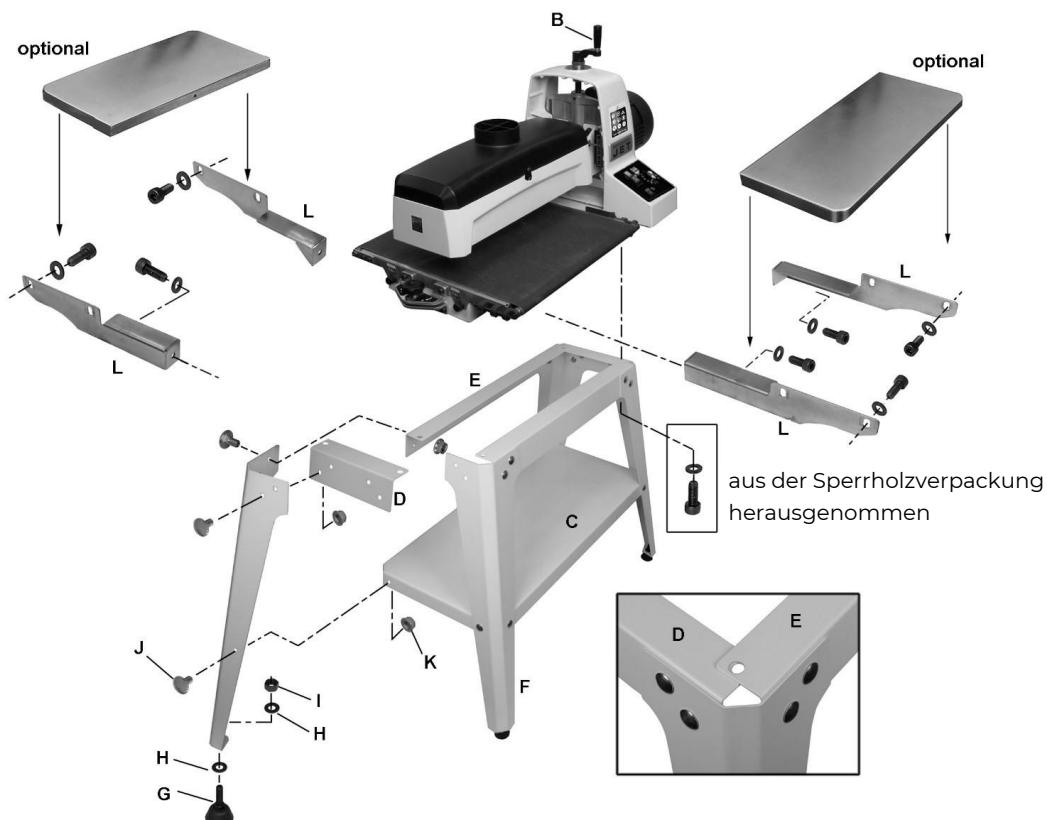

Abb. 6-3: Montagezeichnung
(Siehe die Abb. 6-3. Ist eine weitere Klarstellung erforderlich, den Abschnitt mit der Aufschlüsselung und Erläuterung der Komponenten und Bauteile am Ende dieses Handbuchs lesen.
1. Die Standbeine (F) unter Verwendung der Schlossschrauben (J) und den Bund-Sicherungsmuttern (K) an der Außenseite der kurzen Schienen anbringen. Schrauben nur handfest anziehen.
2. Die langen Schienen (E) auf der Innenseite der Standbeine und an der Oberseite der kurzen Schienen (D) anbringen. Schrauben nur handfest anziehen.
- HINWEIS:** Der Flansch der langen Schiene überlappt sich mit dem Flansch der kurzen Schiene. Siehe das Einsatzbild, Abb. 6-3.
5. Die Nivellierfüße (G) jeweils in die untere Öffnung der Standbeine einsetzen und mit den flachen Unterlegscheiben und Sechskantmuttern sichern.
1. Die Zustelltisch- und Auslauftisch-Halter (L, Abb. 6-3) mithilfe von M8x16-Innensechskantschrauben und flachen Unterlegscheiben in den Gewindebohrungen des Sockels anbringen. Sicherstellen, dass der linke Halter und der rechte Halter wie in der Abbildung gezeigt korrekt ausgerichtet sind. Die Halter müssen bündig am Sockel ausgerichtet sein.